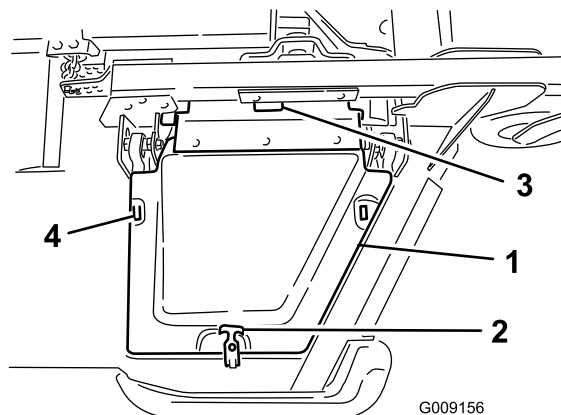

Figure 6
8. Posez le carter de l'ailette et fixez-la en position avec le verrou en caoutchouc (Figure 6).